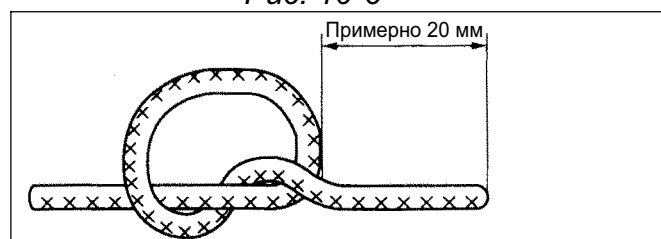

Рис. 10-7
- (5) Установить шнур (операция выполняется вдвоем), для этого:
- 2: завязать на конце шнура узел (см. рис. 10-7)